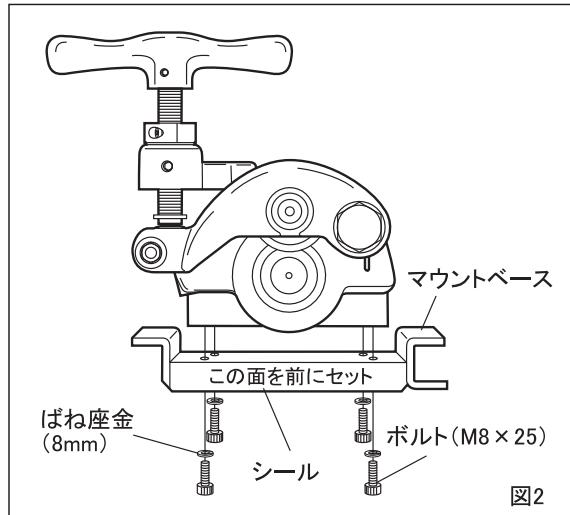

図2
① マウントベースの取り付け
- ・本体にマウントベースを付属のボルト(M8×25)とばね座金(Φ8)4ヶでしっかりと固定します。取り付け方向はシールで表示している面が前になるように取り付けてください。(図2)